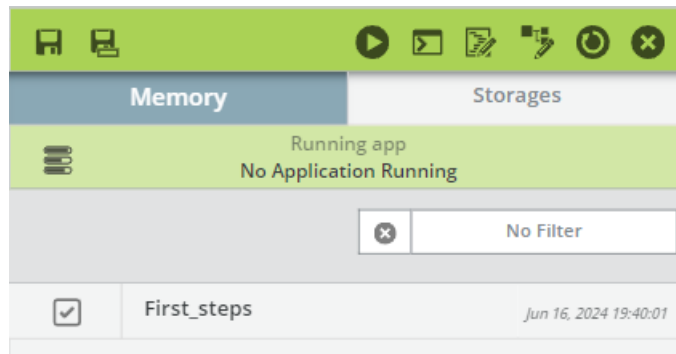

Figure 10 : Affichage de l'application `First_steps` dans l'onglet `Memory` de la fenêtre des applications VAL3.
Hypothèse : L'application `First_steps` est chargée dans la mémoire vive du contrôleur (voir la figure 10), ce qui donne accès au menu décrit dans la figure qui suit.
- L'application `First_steps` est chargée dans la mémoire vive du contrôleur (voir la figure 10).
L'application `First_steps` étant chargé dans la mémoire vive du contrôleur, allez dans la page décrite à la figure 10 (après 2 appuis successifs sur la touche **Back** ) si vous venez du menu décrit dans la figure précédente). La case correspondant à l'application étant cochée (ce qui place l'application « en haut » de la pile d'exécution si plusieurs applications sont chargées en mémoire vive (ce qui n'est pas le cas ici)), le lancement de l'application se fait en appuyant sur le bouton **Run** ) (situé dans la barre du menu), puis en appuyant : sur la touche **Move/Hold**  du *Teach Pendant* une première fois, puis une seconde fois de manière constante, ainsi que sur le corps mort (le mouvement du bras s'arrêtant dès que la touche Move/Hold ou le corps mort est relâché).
Assurez-vous que l'application `First_steps` est bien arrêtée comme indiqué par le message **No Application Running**  affiché sur le *Teach Pendant* ; si ce n'est pas le cas, l'application peut être arrêtée en appuyant sur le bouton **stop** , situé en haut à droite du *Teach Pendant*. La case correspondant à l'application `First_steps` étant cochée (voir la figure 10), sa fermeture se fait en appuyant sur le bouton **Close** , situé en haut à droite du *Teach Pendant*, ce qui provoque son retrait de la mémoire vive (Memory).